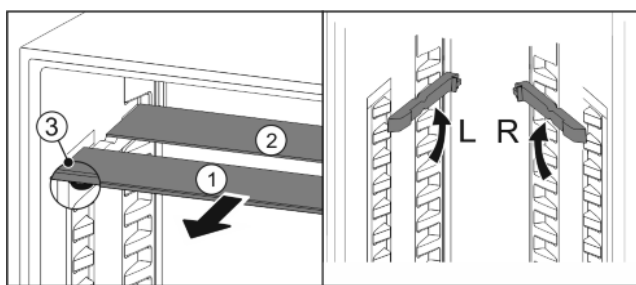

Fig. 22
- ▶ Wyciągnąć Fig. 22 (1) pojedynczo półki szklane do przodu.
- ▶ Szklana płyta Fig. 22 (1) ze stoperami znajduje się z przodu.
- ▶ Stopery wskazują w dół Fig. 22 (3).